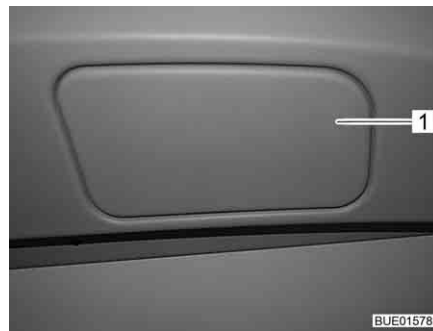
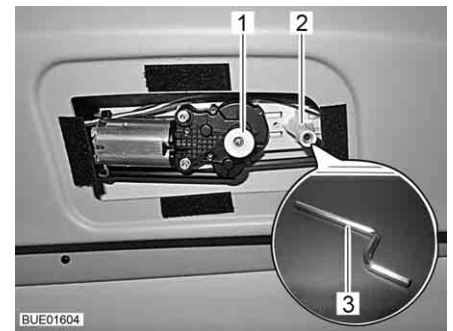

Bild 35 Kåpa över nödfrigöring
Bild 36 Nödfrigöring av vindrutans mörkläggningsgardin
- Ta bort kåpan (Bild 35,1) till nödfrigöringen i förarhyttens tak med ett lämpligt föremål (t. ex. ett mynt).
- Stick in den medföljande sexkantsnyckelns (Bild 36,3) långa del i urtaget (Bild 36,2).
- Tryck ned knappen (Bild 36,1).
- Dra ut knappen (Bild 36,1) och sätt på kåpan (Bild 35,1).